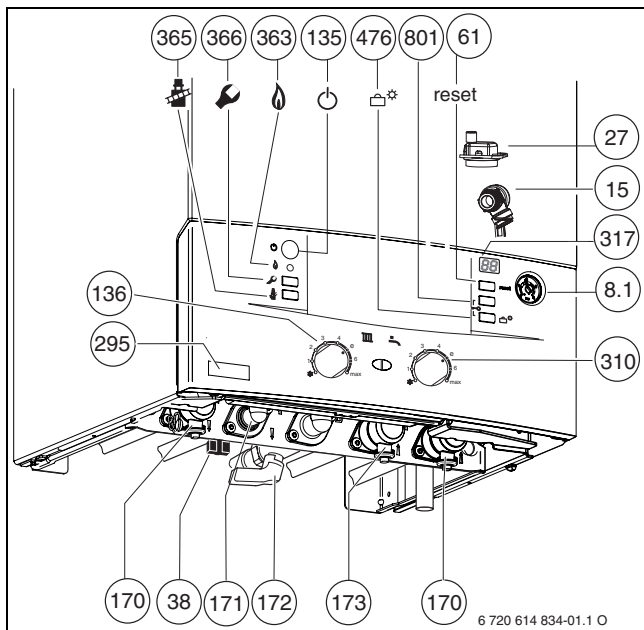

Fig. 2 N GLM, N GVM... con placca rubinetteria DOS GA 5/18
**Acleis (N GLM, N GVM):** il rubinetto di riempimento (per l'impianto di riscaldamento) si trova nella parte inferiore dell'apparecchio (Pos. 38, fig. 2).
- Con l'impianto alla temperatura massima di mandata, la **pressione non dovrà mai superare i 3 bar**; qualora ciò avvenisse la valvola di sicurezza (15) scaricherebbe acqua dal tubo.